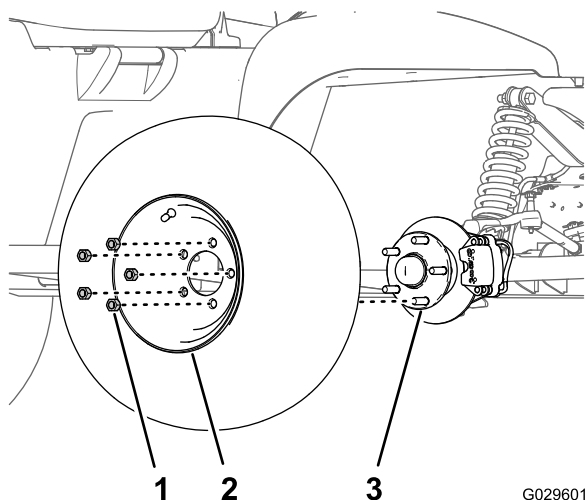

Рисунок 26
2. Отверните 5 зажимных гаек, которые крепят каждое колесо к ступице (Рисунок 26).
4. Совместите отверстия в колесе со шпильками в ступице и установите колесо на ступицу так, чтобы вентиль шины был направлен наружу (Рисунок 26).
5. Закрепите колесо на ступице гайками колеса (Рисунок 26), затяните гайки с моментом 108-122 Н·м.